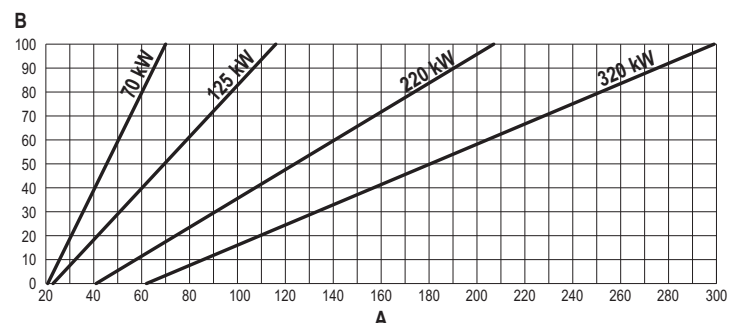

fig. 64
- Premere i **tasti contestuali 1 e 2** per aumentare o diminuire la portata termica (minima = 00 - Massima = 100). Vedi diagramma "Regolazione Portata Termica" (fig. 64).